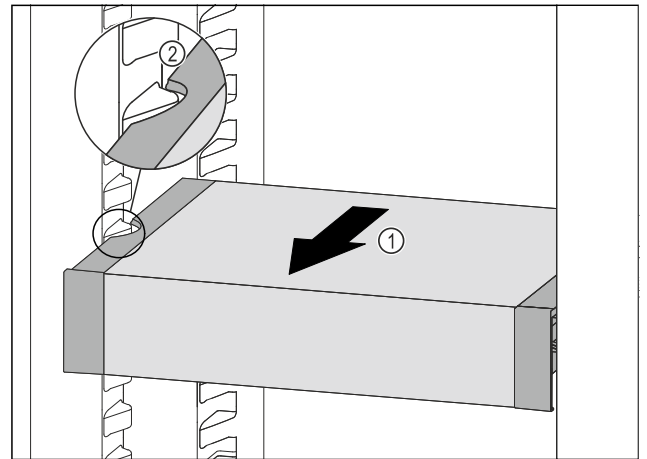

Fig. 172
- ▶ VarioSafe nach vorne ziehen Fig. 172 (1), bis sich die seitlichen Aussparungen des VarioSafes auf Höhe der Behälterrippe im Kühlteil befinden. Fig. 172 (2)